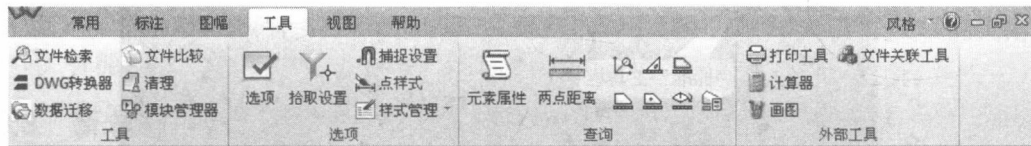

图 1-18 “工具”工具栏
(4) “工具”工具栏：又分为工具、选项、查询、外部工具 4 个子工具栏，如图 1-18 所示。